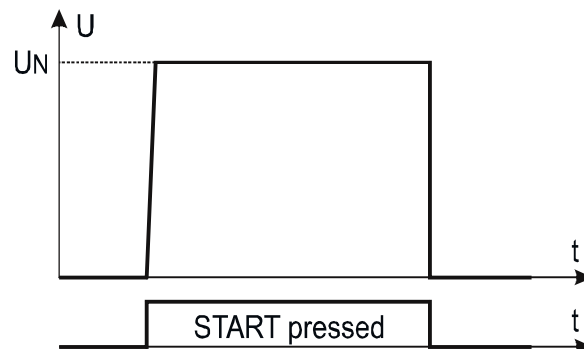

Fig. 36: Test de Rigidite dielectrique en mode Manuel ou Bruler
- Mode **Manuel** → La tension de test est maintenue constamment jusqu'à ce que vous appuyiez sur la touche **START/STOP** (voir Fig. 36). Le courant de décharge mesuré est comparé à la valeur limite définie et le résultat est stocké en mémoire
- Mode **Bruler** → La tension de test est maintenue constamment jusqu'à ce que vous appuyiez sur la touche **START/STOP** (voir Fig. 36), mais le résultat n'est comparé à aucune limite et n'est PAS stocké en mémoire (test de fonctionnement)